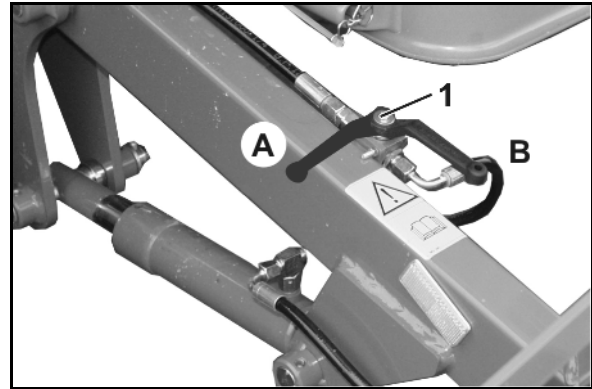

Рис. 100
7. Установите рычаг селектора (Рис. 100/1) в положение **A**.
4. При помощи гидравлики разложите загрузочный шнек (Рис. 100/2).
6. При помощи гидравлики приведите в действие загрузочный шнек (Рис. 100/1).
8. При помощи гидравлики сложите загрузочный шнек (Рис. 100/2).